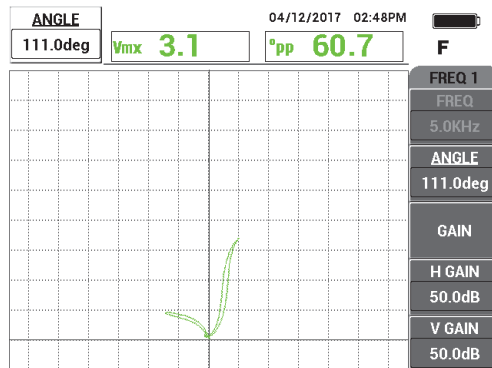

図 5-183 信号位相の調整
4. 角度キー（) を押して、外径グループ信号の位相が約 10° になるまで信号を回転させます（参照 260 ページの図 5-183）。